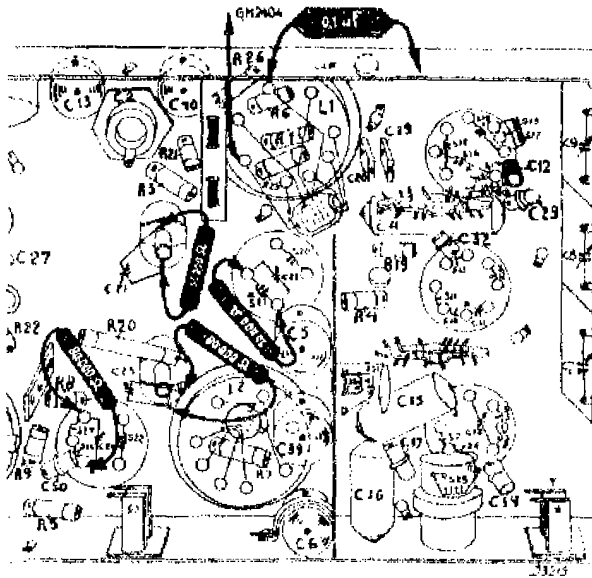

Fig. 1
2. Volumeregelaar op maximum draaien. Automatische volumeregeling uitschakelen door C28 kort te sluiten (zie fig. 1).
5. Parallel aan S21 een weerstand van 50.000 ohm parallel aan S22 een weerstand van 80.000 ohm schakelen (zie fig. 1).
7. Weerstand van 50.000 ohm verplaatsen naar S20 en weerstand van 80.000 ohm verplaatsen naar S23 + S24 (zie fig. 1).
3. Oscillator buiten werking stellen door kortsluiten van C9 (zie fig. 1).